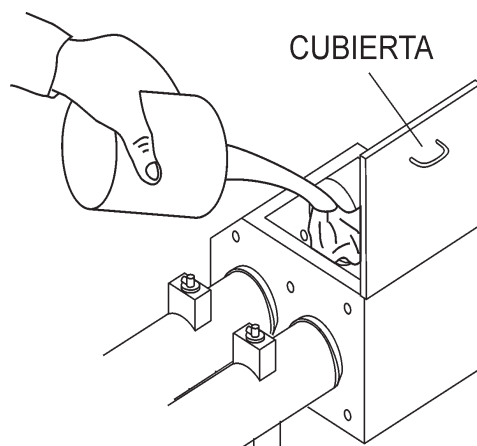

Figura 14. Llenado de la caja de lubricación
3. Revise el nivel de aceite en la **caja de lubricación**. Si está bajo, llene hasta 11.35 litros (3 galones) de aceite de motor SAE #30 (Figura 14). El nivel de aceite debe revisarse todos los días. A la caja de lubricación se le debe dar servicio, como se describe en la sección de mantenimiento.